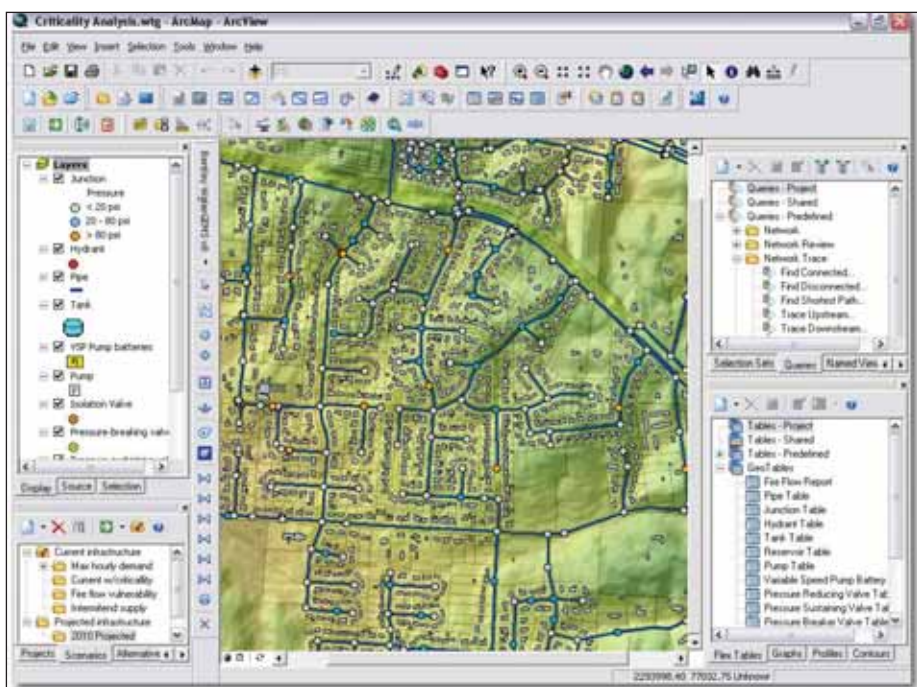

Рис. 1. Совместная работа WaterGEMS и ArcMAP
**ArcGIS-интерфейс WaterGEMS** позволяет специалистам по работе с ГИС использовать архитектуру геоинформационных баз данных ESRI при создании единого пакета данных для моделирования и ГИС. Существует возможность создавать, редактировать, рассчитывать и визуализировать модели WaterGEMS непосредственно из приложений ArcMAP (рис. 1), имея полный доступ ко всем средствам гидравлического моделирования.